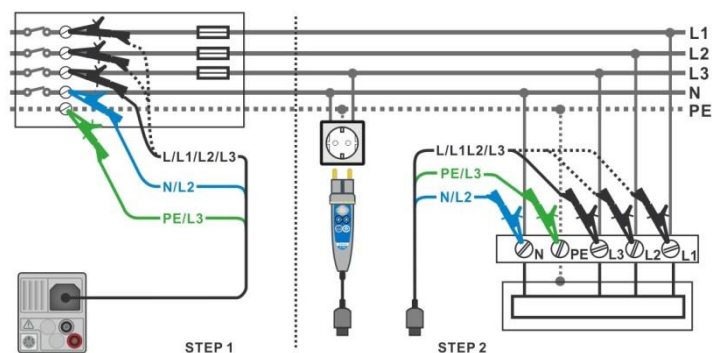

figura 7.69: Misurazione automatica TT
- › Collegare puntali o puntale remote all'oggetto in prova, vedere **figura 7.69**.